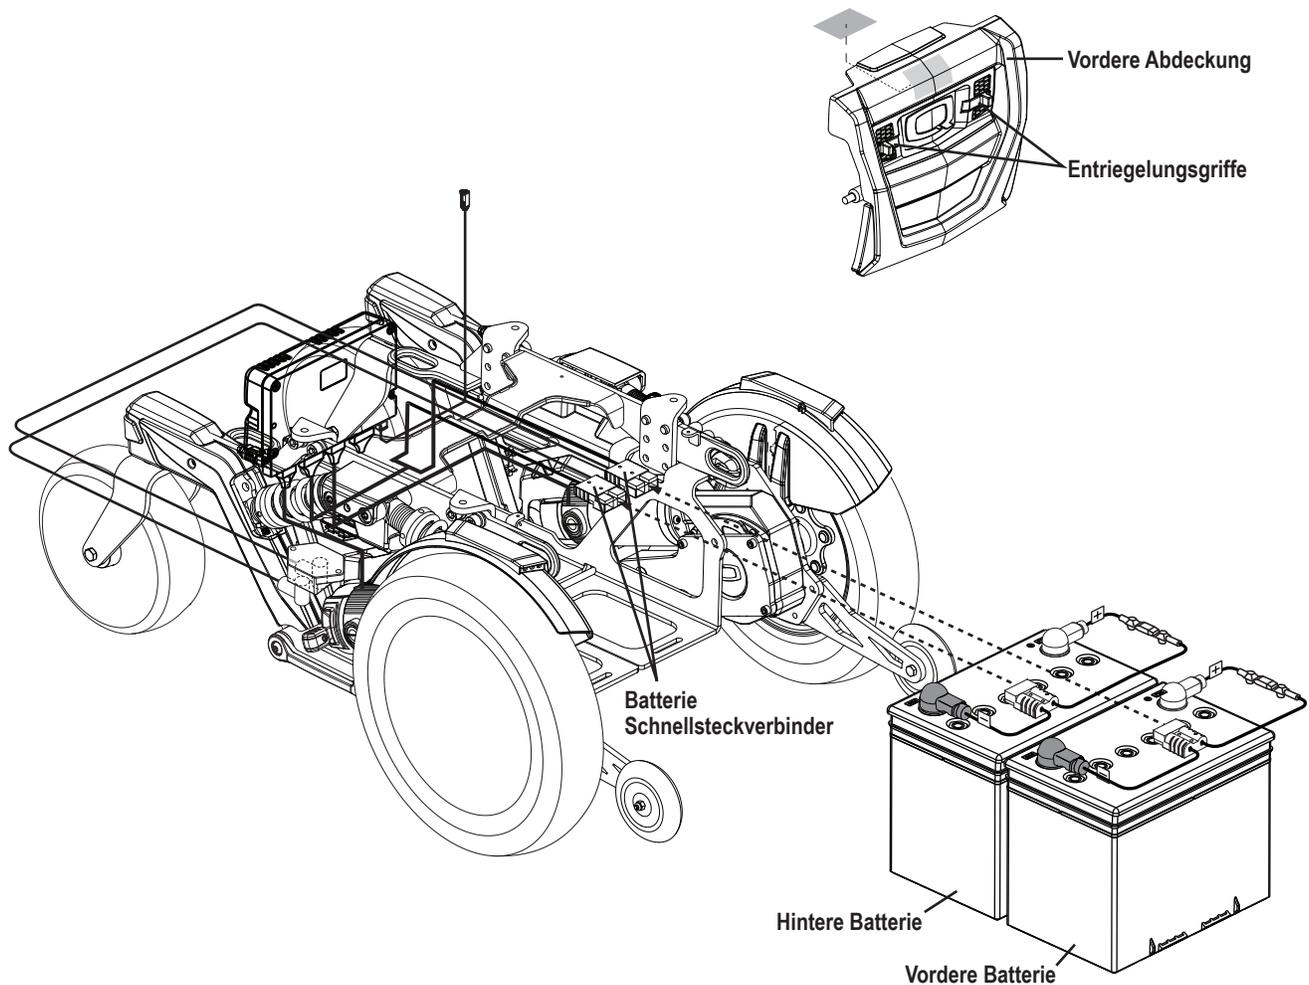

Bild 11. Einbau der Batterie
3. Entfernen Sie die vordere Abdeckung, in dem Sie die Schnellentriegelungsgriffe (**siehe Bild 11**) und dann die Abdeckung nach oben von der Antriebsbasis wegbewegen.
4. Stöpseln Sie die Batteriestecker aus, ebenfalls via Schnellentriegelung. **Siehe Bild 11.**
7. Verbinden Sie den Kabelbaum mit der neuen vorderen Batterie im Einklang mit dem Diagramm der Batterieverkabelung. **Siehe Bild 11.**
8. Verbinden Sie den Kabelbaum der Batterie mit der neuen hinteren Batterie, im Einklang mit dem Diagramm der Batterieverkabelung. **Siehe Bild 11.**